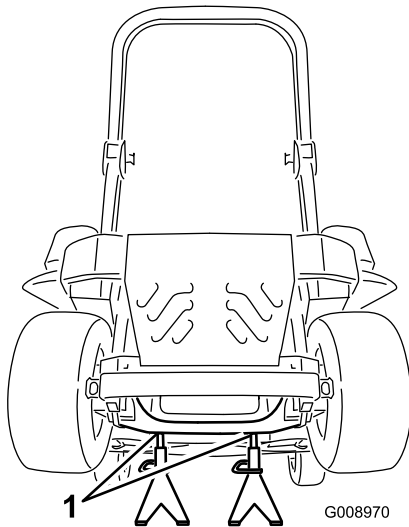

Figura 82
3. Levante la máquina y apóyela sobre gatos fijos (Figura 82).
9. Retire los soportes y baje la máquina (Figura 82).